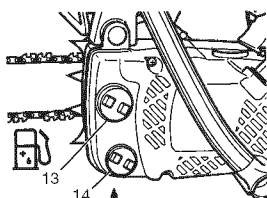

Fig. 8
#### ⚠ ATENCIÓN! (Fig. 8)
### Aceite para la cadena (Fig. 8)
Al cargar el combustible (13) o el aceite para la cadena (14) en el tanque, deberá colocarse la unidad con la tapa hacia arriba. (Fig. 8)